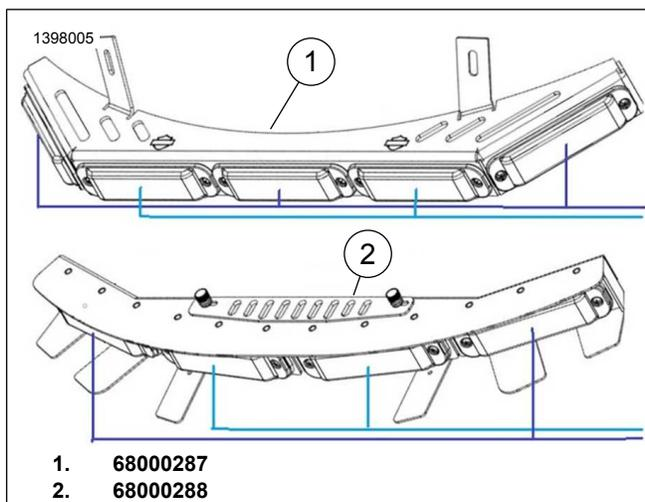

Figure 8. Configurations des têtes lumineuses
Voir la Figure 8. pour une représentation visuelle de ces configurations de têtes lumineuses, qui diffèrent pour 68000287 (1) et 68000288 (2).